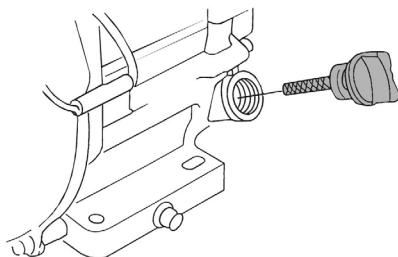

Рис. 4. Крышка-щуп маслозаливной горловины
2. Открутите крышку-щуп маслозаливной горловины и извлеките щуп (Рис. 4).
2. Выкрутите крышку-щуп маслосливной горловины и извлеките щуп (Рис. 4).